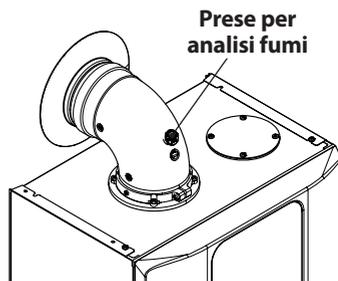

Figura 7.2
- Collegare un analizzatore fumi alle prese di analisi fumi poste sugli scarichi fumi della caldaia (Figura 7.2).